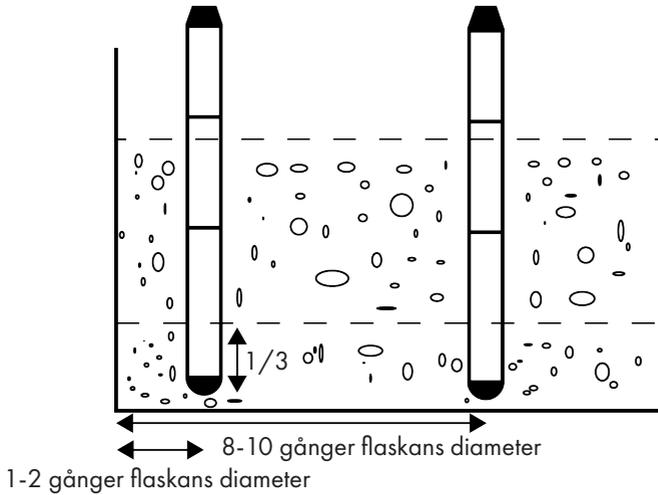

Bild 3
- Applicera den flytande betongen i 30-50 cm höga lager och sprid ut den jämnt. Den vibrerande flaskan sänks ned vertikalt i betongen flera gånger på ett avstånd av 8-10 gånger flaskans diameter. För att få en bra bindning mellan skikten ska du sänka ner den vibrerande flaskan så djupt att 1/3 av flaskan når ner i det bottenskikt som redan har applicerats. (Bild 3)